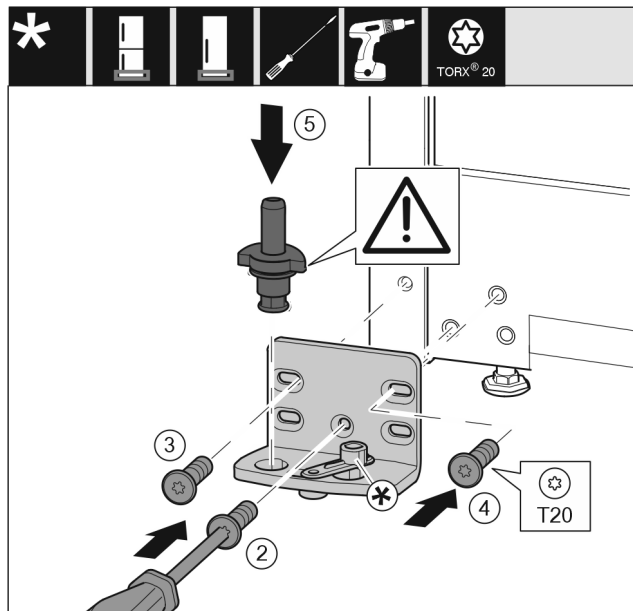

Fig. 17
- ▶ Установите опорный кронштейн с другой стороны и прикрутите с помощью отвертки T20. Начинать с винта 2 снизу в центре. Fig. 17 (2)
- ▶ Затяните винты 3 и 4. Fig. 17 (3,4)
- ▶ Установите опорный палец в сборе. При этом следите за тем, чтобы выступ фиксатора был направлен назад. Fig. 17 (5)